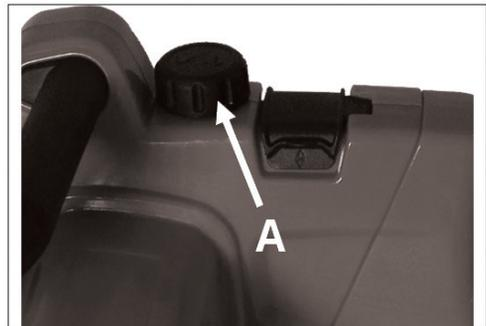

Рис. 36
- Расположите пилу на ровной поверхности (Рис. 36).
- Очистите пространство вокруг крышки бачка и затем окрутите крышку (A).
- Закрутите крышку (A).